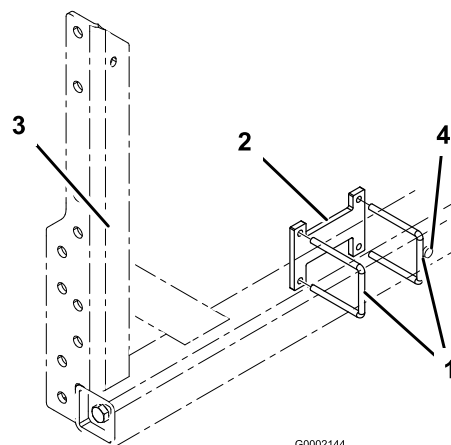

Figura 2
1. Instale 2 pernos en U y un espaciador al bastidor de los brazos, según se muestra en Figura 2. Coloque el conjunto en la parte delantera del bastidor de los